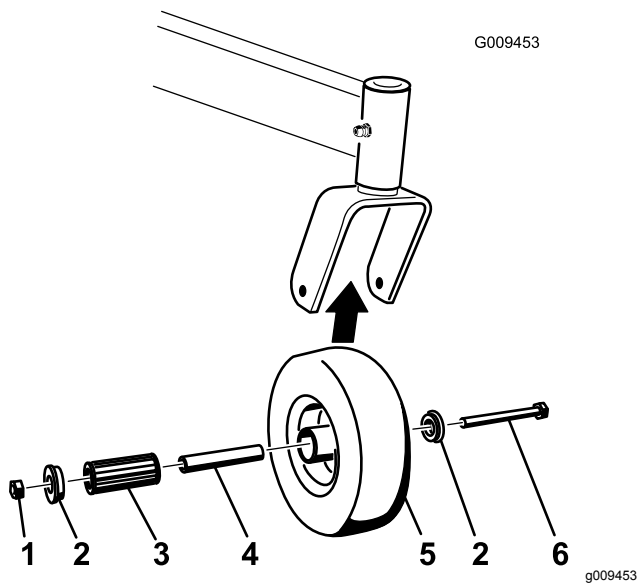

Figura 54
1. Retire la contratuerca y el perno que sujetan la rueda giratoria a la horquilla (Figura 54).
- Retire un casquillo, y tire del casquillo intermedio y del cojinete de rodillos para sacarlos del cubo de la rueda (Figura 54).
- Retire el otro casquillo del cubo de la rueda y limpie la grasa y la suciedad del cubo de la rueda (Figura 54).
Nota: Repare o cambie cualquier pieza dañada o desgastada (Figura 54).
- Coloque un casquillo en el cubo de la rueda (Figura 54).
- Engrase el cojinete de rodillos y el casquillo intermedio y deslícelos en el cubo de la rueda (Figura 54).
- Coloque el segundo casquillo en el cubo de la rueda (Figura 54).
- Instale la rueda giratoria en la horquilla y fíjela con el perno y la contratuerca (Figura 54).
- Apriete la contratuerca hasta que el casquillo intermedio se apoye contra el interior de las horquillas de las ruedas giratorias (Figura 54).